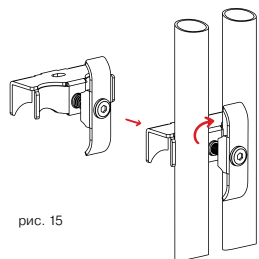

рис. 15
- 2** Установите основание и прижимную скобу кронштейна на соответствующие колонки в верхней и нижней частях радиатора с обратной стороны, как показано на рис. 15.